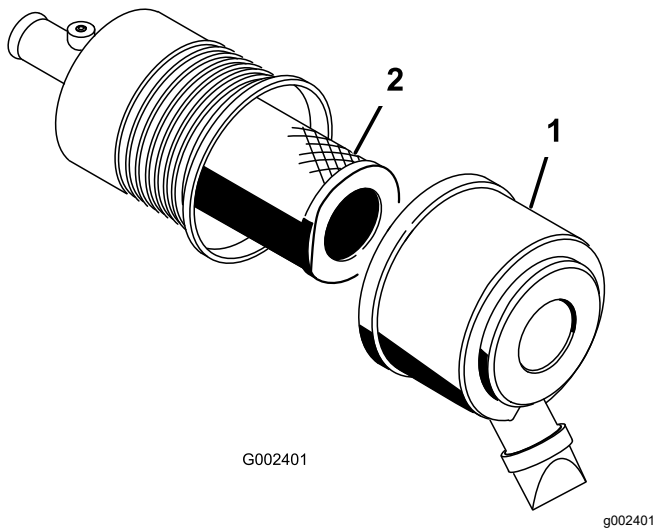

Bild 54
1. Lösen Sie die Riegel, mit denen die Abdeckung des Luftfilters am Luftfiltergehäuse befestigt ist (Bild 54).
2. Entfernen Sie die Abdeckung vom Luftfiltergehäuse (Bild 54).
4. Nehmen Sie den Filter heraus und wechseln Sie ihn aus (Bild 54).